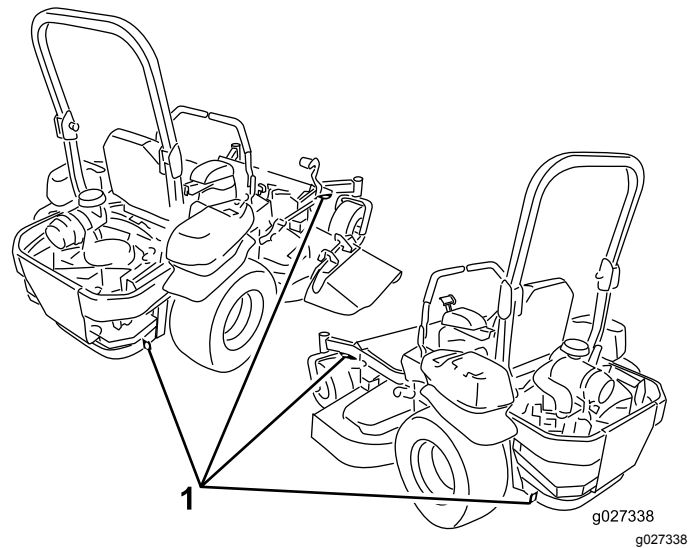

Figura 37
6. Amarre la máquina junto a las ruedas giratorias delanteras y el guardabarros trasero con correas, cadenas, cables o cuerdas (Figura 37). Consulte la normativa local respecto a los requisitos de amarre.